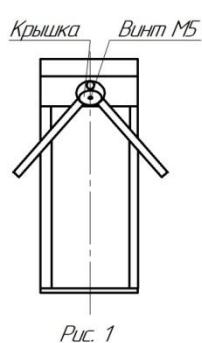
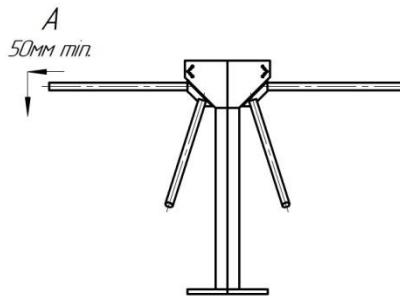

Рис. 1
Рис. 2
6.4. Установите штанги. Для этого снимите крышку поворотного механизма, открутив винт М5 (рис.1). Закрепите штанги болтами М10, входящими в комплект штанг. Для перевода штанги «антинапана» в положение «проход открыт» оттяните штангу в направлении А (от турникета) на 50-80мм и поверните ее вниз (рис.2). Время открытия штанги «антинапана» составляет 1-3с. Закройте место крепления штанг крышкой.